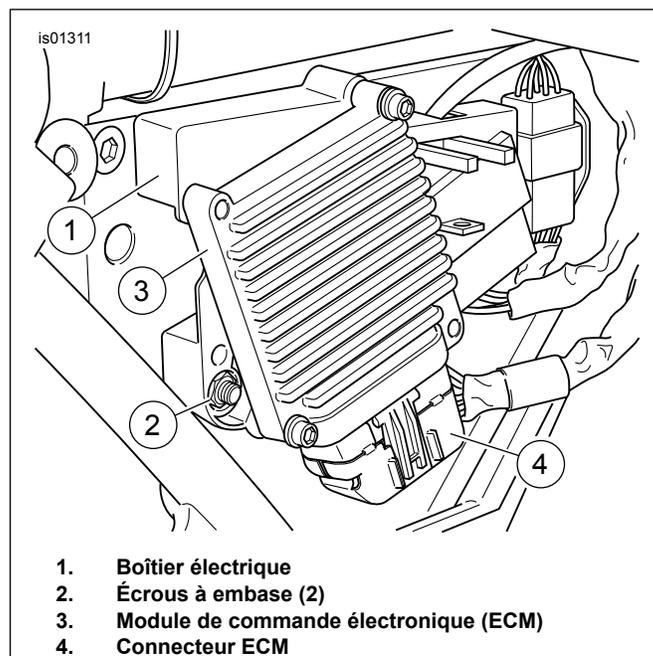

Figure 13. Support électrique (modèles Touring 2002-2007)
4. Figure 13 Retirer les deux écrous à brides (2) du support électrique (1). Tirer l'ensemble du support, avec le module de commande électronique (ECM) et le connecteur y étant attachés, vers l'extérieur du côté du boîtier de la batterie.